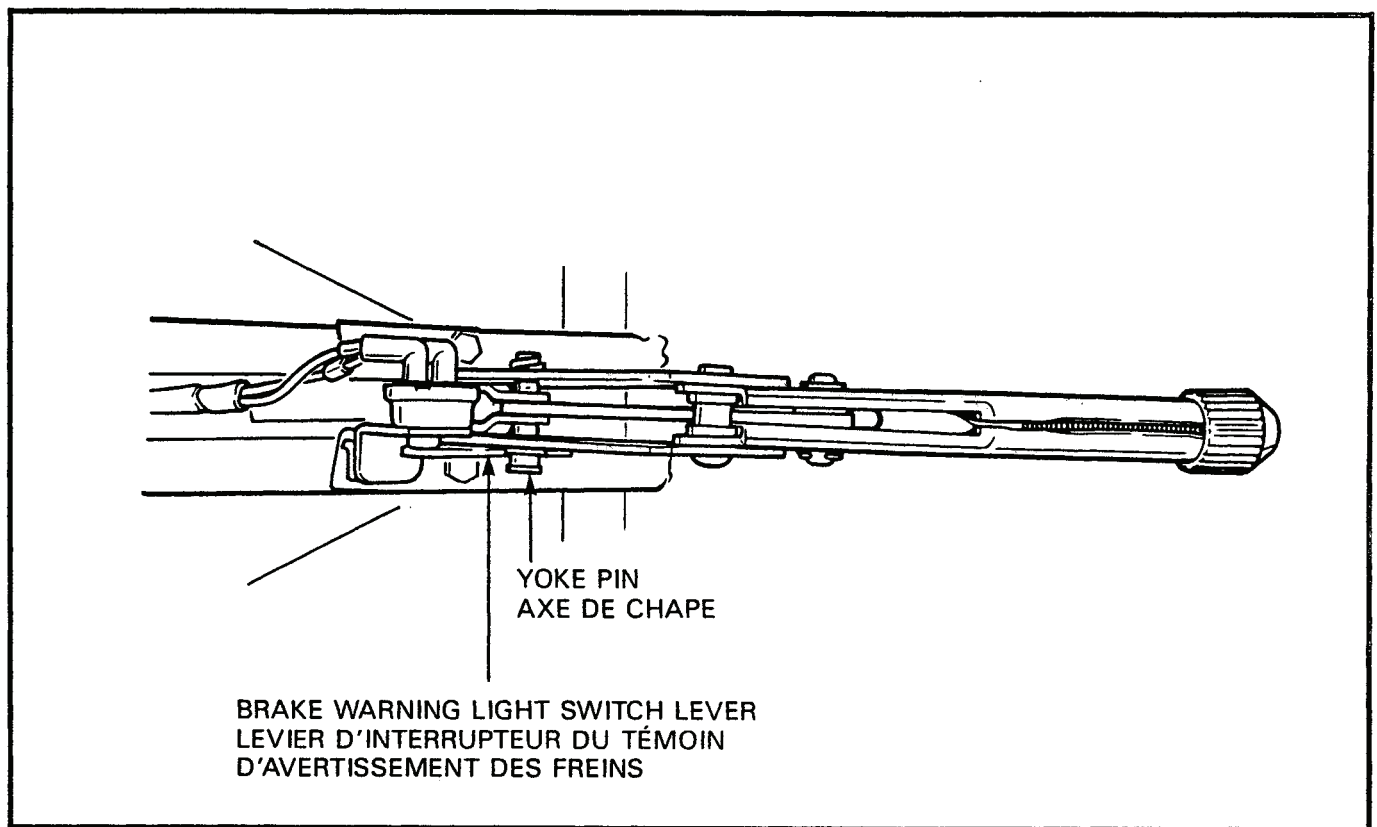

Figure 4-2-9 Location of Brake Warning Light Switch
- e. Install the bracket on the mounting frame and ensure the brake warning light switch lever is under the yoke pin, see Figure 4-2-9.
- e. Installer le support sur le châssis et s'assurer que le levier de l'interrupteur du témoin d'avertissement des freins se trouve sous l'axe de chape. Voir figure 4-2-9.